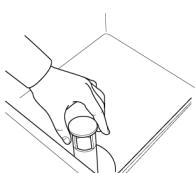

Fig.12
- 1- Ouvrir la porte et vérifier que toutes les composants, trop-plein inclus, soient dans leur logement. (Fig.12)